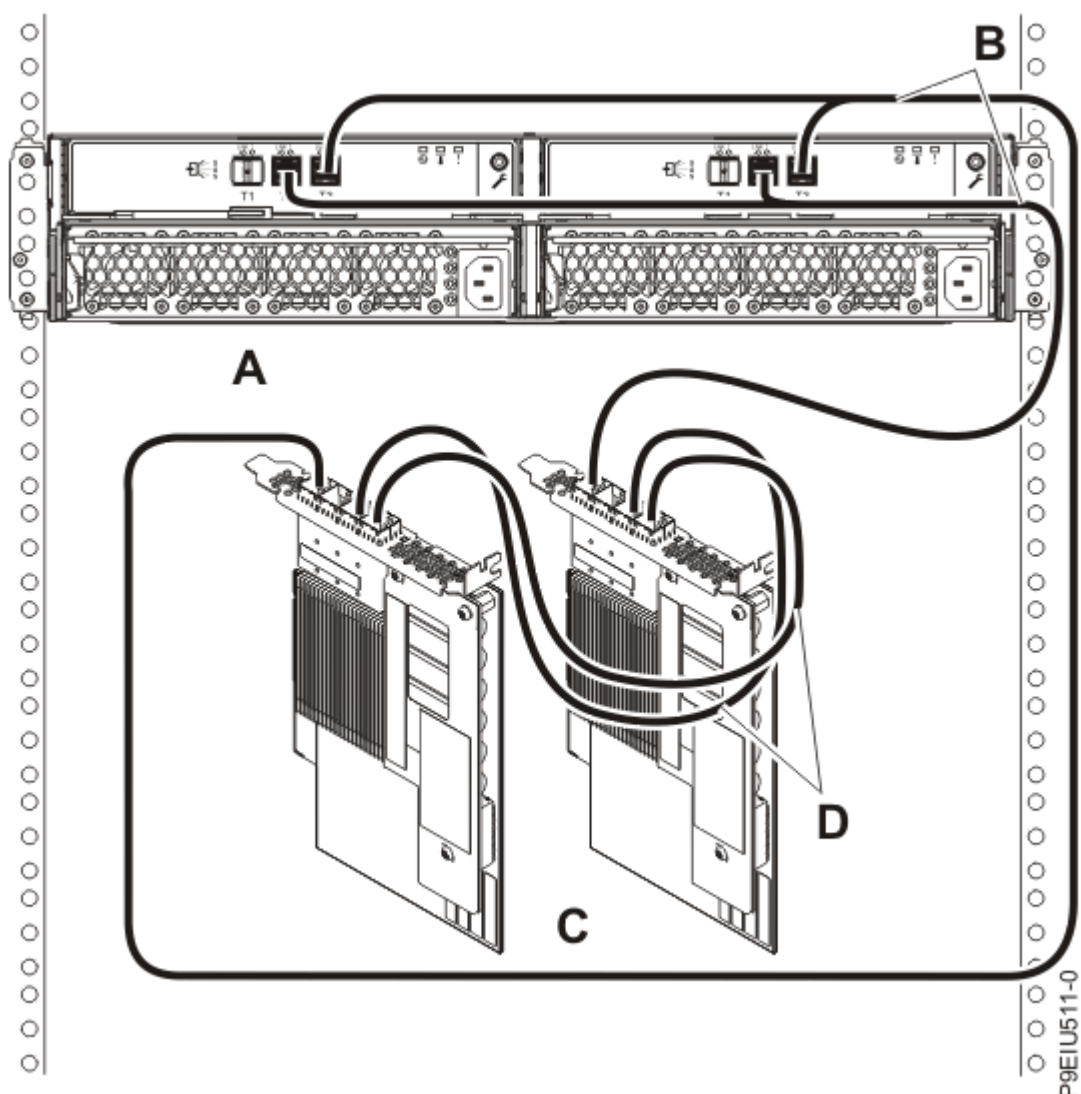

図 15. AA ケーブル付きの 1 対の FC EJ0L SAS アダプター・ペアまたは FC EJ14 SAS アダプター・ペアへの YO12 ケーブルを使用した、1 台の ESLL ストレージ・エンクロージャーまたは ESLS ストレージ・エンクロージャーのモード 1 接続
15. 次に、21 ページの図 15 に示すように、YO12 ケーブル (B) を使用して 1 台のエンクロージャー (A) をアダプター間 (AA) ケーブル (D) 付きの 1 対の FC EJ0L SAS アダプター・ペアまたは FC EJ14 SAS アダプター・ペア (C) にモード 1 で接続してから、30 ページの『ケーブルと電源コードの接続およびカバーの取り付け』に進みます。
- ・ SAS アダプター・ペア (C) の各アダプターは、他方のアダプターおよび 12 個または 24 個のドライブ・ベイのすべてにアクセスできます。